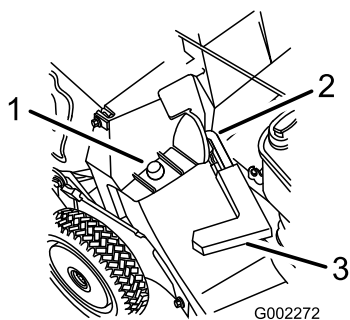

Figure 17
2. Vérifiez que la poignée du volet d'éjection est complètement abaissée vers l'avant et que le goujon est bien engagé dans son logement (Figure 17).
3. Accrochez le cadre du bac par le trou sur l'ergot de retenue situé sur l'éjecteur (Figure 17).
2. Soulevez la poignée du volet d'éjection et poussez-la vers l'avant jusqu'à ce que l'ergot de verrouillage s'engage dans le logement (Figure 17).